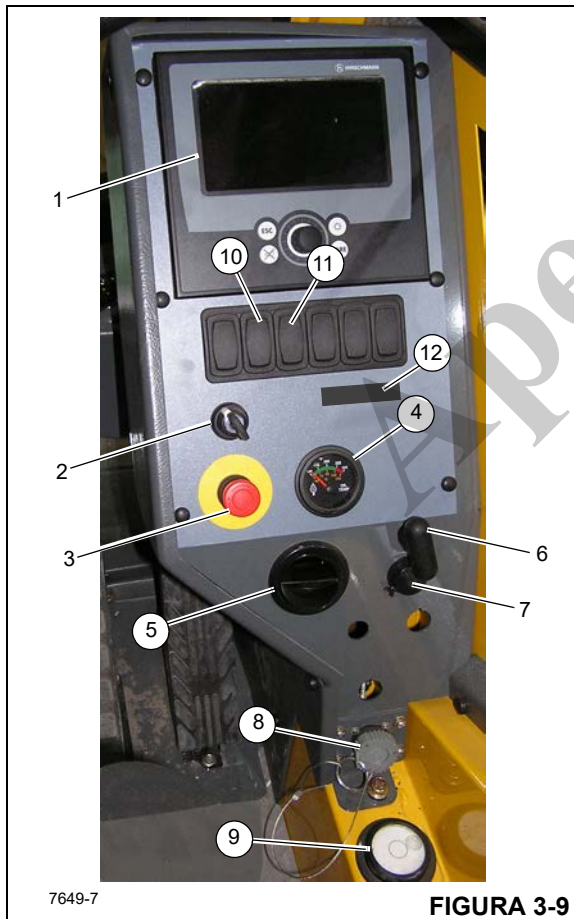

FIGURA 3-9
Números dos itens da Figura 3-9
O painel de controle dos sistemas do RCL (Limitador de capacidade nominal) e de Definição de área de trabalho (1) (Figura 3-9) localiza-se no lado direito da cabine. Ele contém os controles e indicadores do Sistema RCL e do Sistema de definição da área de trabalho do guindaste. Consulte o Manual do RCL para obter informações detalhadas.
A chave de contorno (cancelamento) do RCL (2) Figura 3-9 é uma chave momentânea; gire a chave para a posição Ligada (direita) para desativar os controles do RCL. Liberar a chave permite que os controles do RCL são reativados.
A chave de parada de emergência do guindaste (3) Figura 3-9 localiza-se no console da cabine do guindaste e é usada para desligar o motor do guindaste. Pressione o botão vermelho para desligar o motor, o que acende o indicador de parada de emergência na coluna de direção. Gire e puxe o botão para retomar a operação normal.
O indicador de temperatura do óleo da transmissão (Trans Temp) (4) (Figura 3-9) localiza-se no centro do console dianteiro direito. O indicador mostra a temperatura do óleo de transmissão em uma escala dupla calibrada de 60 a 160°C e 140 a 320°C. O indicador recebe sinal de uma unidade de transmissão da temperatura na linha de óleo do conversor de torque. Danos à transmissão começarão a ocorrer a uma temperatura \geq a 120°C (248°F).
A Alavanca de controle de trava de giro do pino da plataforma rotativa (6) Figura 3-9 localiza-se no painel de controle lateral. O objetivo da trava contra giro do pino é bloquear a superestrutura na posição diretamente sobre a dianteira para apanhar e transportar cargas.
A tomada de 12 V para acessórios (7) Figura 3-9 está localizada na parte inferior do painel de controle e está projetada para aceitar a maioria dos conectores adaptadores para 12 V.
O conector de diagnóstico (8) Figura 3-9 está localizado na parte inferior do painel de controle dianteiro. Ele é usado na manutenção do sistema elétrico do guindaste.
O indicador de nível de bolha (9) Figura 3-9 localiza-se abaixo do painel de controle dianteiro. O indicador fornece ao operador um auxílio visual para determinar o nivelamento do guindaste.
O indicador de 3ª volta do cabo do guincho (12) Figura 3-9 localiza-se no console direito. O indicador acende em vermelho quando restarem três ou menos voltas do cabo em qualquer guincho.
O indicador de clima frio opcional (13) Figura 3-9 localiza-se no console direito. O indicador acende quando a temperatura estiver abaixo de -29°C (-20°F). Ele serve como aviso para que o operador interrompa a operação sob frio extremo.
O LED indicador de temperatura ambiente (14) Figura 3-9 localiza-se no console direito. Quando a temperatura ambiente fora do guindaste cai abaixo de -29°C (-20°F), o LED indicador acende e envia um sinal ao sistema RCL. Esse controle de temperatura destina-se a evitar a operação das funções de elevação do guindaste em temperaturas abaixo de -29°C (-20°F). O sistema inicia um bloqueio das seguintes funções do guindaste: elevação do guincho, abaixamento da lança e extensão da lança telescópica. O abaixamento do guincho, a elevação da lança e a retração da lança telescópica, juntamente com o cancelamento do bloqueio ainda funcionarão para abaixar a carga.